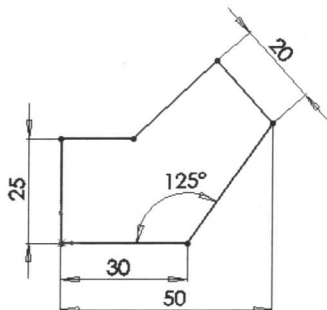

图 1-5 标注尺寸
(5) 标注尺寸。单击“智能尺寸”按钮，对草图进行尺寸标注，如图 1-5 所示。